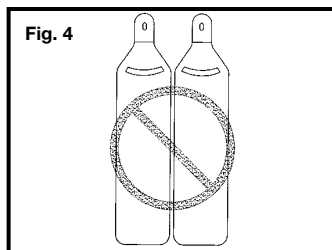

Fig. 4
6. **Nunca utilice oxígeno ni otros gases embotellados.** Se puede producir una explosión. Nunca utilice gases combustibles ni ningún otro gas reactivo como fuente de alimentación para esta herramienta: el resultado pudiera ser una explosión y lesiones personales graves. Fig. 4.